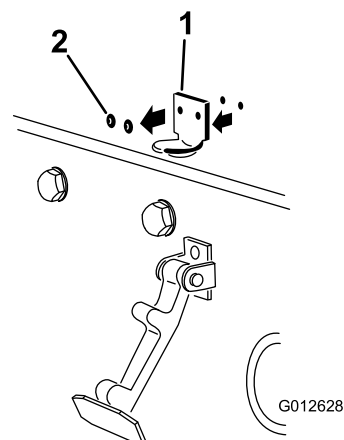

Рисунок 3
2. Удалите две заклепки, крепящие кронштейн защелки капота к капоту (Рисунок 3).